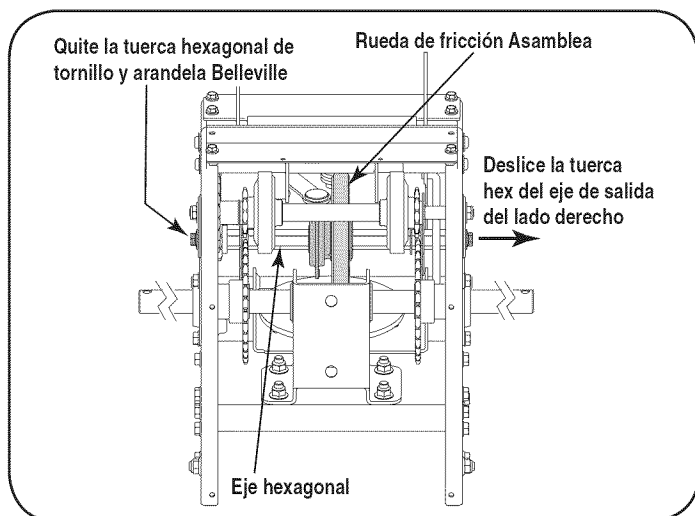

Figura 37
- El uso de un 3/4" llave, mantenga el eje hexagonal y extraiga el tornillo hexagonal y arandela Belleville y teniendo de lado izquierdo del marco. Consulte la Figura 37.